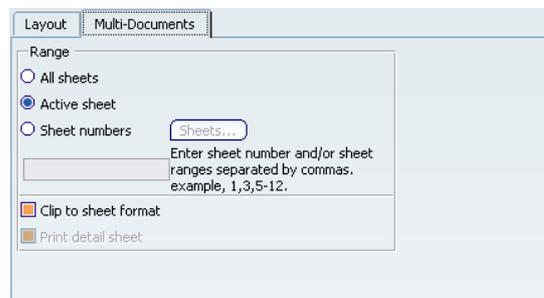

Ilustración 757: Pestaña MultiDocuments.
- **Pestaña MultiDocuments:** selecciona las hojas que se van a imprimir cuando el documento está compuesto de más de una (ver Ilustración 757).